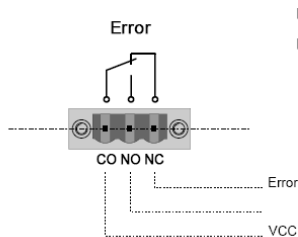

Рис. 9.45
4) Выход сигнала аварии (рисунок 9.45). При возникновении нештатной работы устройства или при наступлении определенного заданного события осуществляется замыкание определенной группы контактов данного разъема. При нормальной работе устрой-